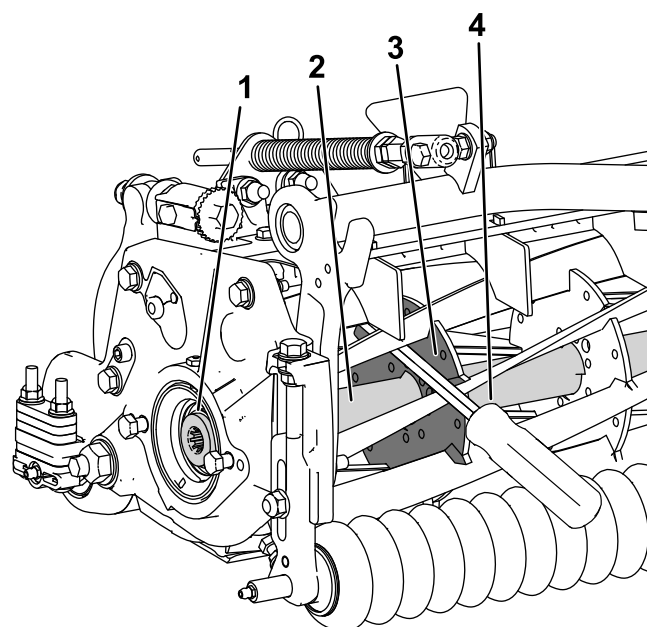

Figura 31
1. Introduzca una palanca de mango largo (se recomienda una palanca de 1 cm x 30 cm ($\frac{3}{8}$ " x 12") con mango de destornillador) a través de la parte delantera del molinete de corte, junto al lado de la unidad de corte a apretar (Figura 31).
2. Coloque la palanca contra el lado soldado del refuerzo interno del molinete de corte (Figura 31).